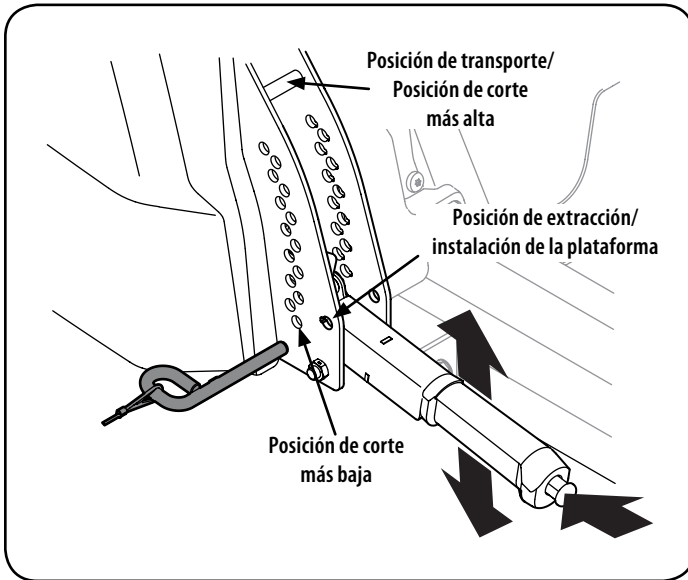

Figura 36
- a. Usando la manija de elevación de la plataforma, levante la plataforma a la posición que le ofrece mayor recorrido horizontal de la correa entre las poleas locas de la plataforma y la polea de la PTO en la base del motor. Vea la Figura 36.
- d. Baje la plataforma hasta la posición de extracción/instalación  usando la manija de elevación de la plataforma. Vea la Figura 36.
- Ubique la manija de elevación de la plataforma en la posición de corte más elevada. Vea la Figura 36.